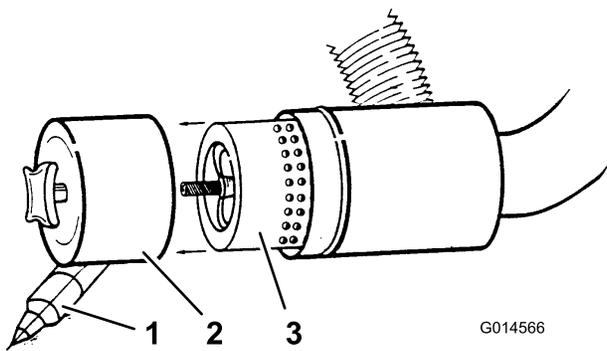

Bild 34
4. Nehmen Sie den Filter heraus und wechseln Sie ihn aus (Bild 34).